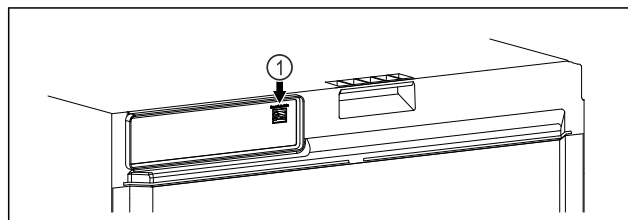

Fig. 127
- ☐ SmartModule Fig. 127 (1) è inserito.